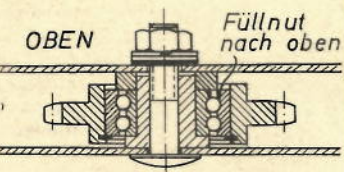

Abb. 26
4. Nun werden die beiden Umlenkrollen 28 montiert. Einbau der Umlenkrolle siehe Abb. 26.
4. Both snub pulleys 28 are assembled. See Fig. 26 for detail of mounting.
4. On effectue maintenant le montage des deux galets de renvoi 28. En ce qui concerne le montage des galets de renvoi, voir la fig. 26.
4. Ora montare i due rulli di rinvio 28. Per il montaggio di questi rulli osservare la fig. 26.
4. Nu worden de twee omkeerwielen 28 gemonteerd. Voor de inbouw van de omkeerwielen zie fig. 26.